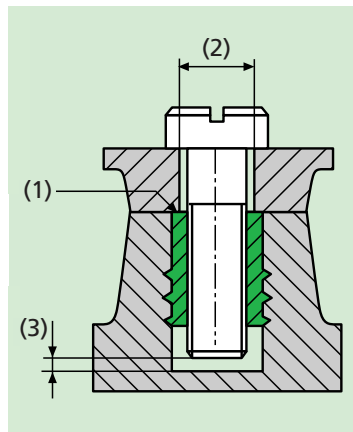

Bild 18
Das zu befestigende Teil soll auf dem Gewinde-Einsatz aufliegen, siehe Bild 18 (1). **Die Bohrung (2) deshalb eng dimensionieren und nicht ansenken.** Den BancLok® bündig verarbeiten (1).